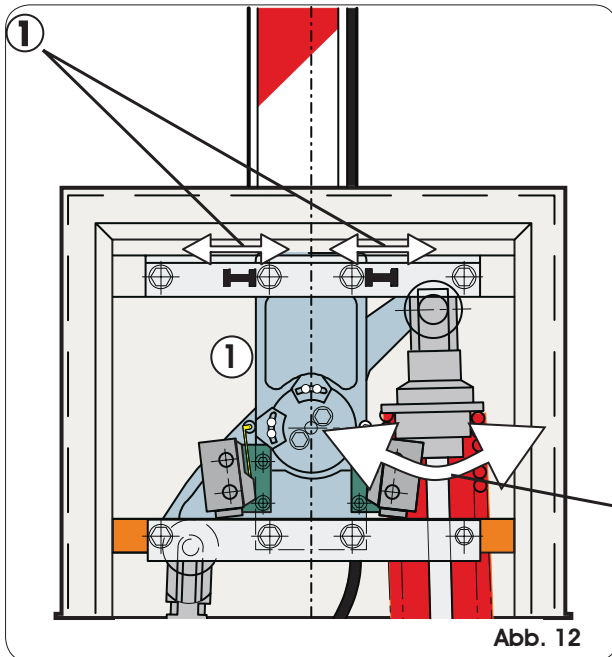

Abb. 12
- 5) Die mechanischen Endanschläge beim Öffnen und Schließen laut Abb. 12 Bez. ① einstellen und den Ausgleich des Balkens unter Befolgung der Anweisungen in Abschnitt 5.1 überprüfen.
- 2) Wenn die Schranke sich tendenziell verschließt, die Ringmutter zur Vorspannung der Feder (Abb. 12 Bez. ②) im Uhrzeigersinn drehen. Wenn sie sich tendenziell öffnet, gegen den Uhrzeigersinn drehen.